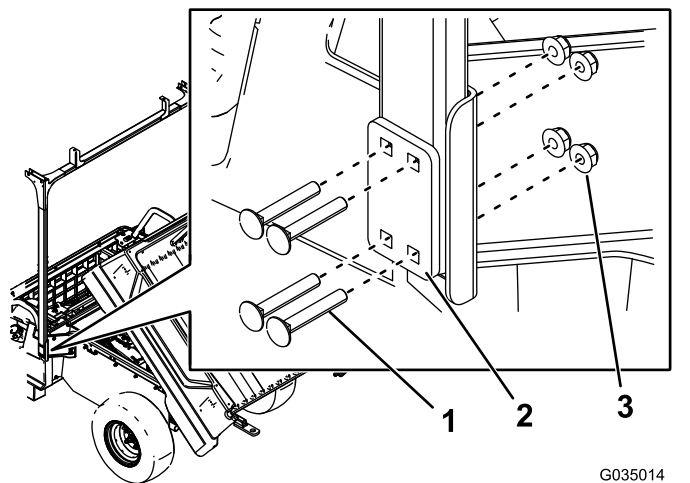

**Figura 6**
5. Fije el soporte inferior del apoyo del parabrisas a la izquierda de la máquina con 4 pernos de cuello cuadrado (5/16" x 1") y 4 tuercas con arandela prensada (5/16") en los taladros que ha realizado en el paso 2 (Figura 6).